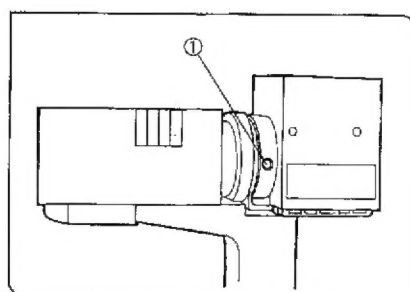

図 6
(図6~11)
(図6, 7, 8)
- 1) ランプハウス右側面の固定ねじ①を六角ドライバでゆるめ、ランプハウスを外します。(図6)
- 4) ランプハウス右側面の固定ねじ①を六角ドライバでゆるめ、ランプハウスを取付け、固定ねじを確実に締付けます。(図6)